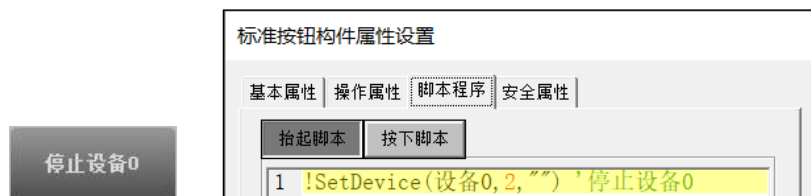

图 15.2-7 按钮 2 设置
- ③ 将按钮 2 的显示文本设置为【停止设备 0】，脚本编辑为【!SetDevice(设备 0,2,"")】，如图 15.2-7 所示。